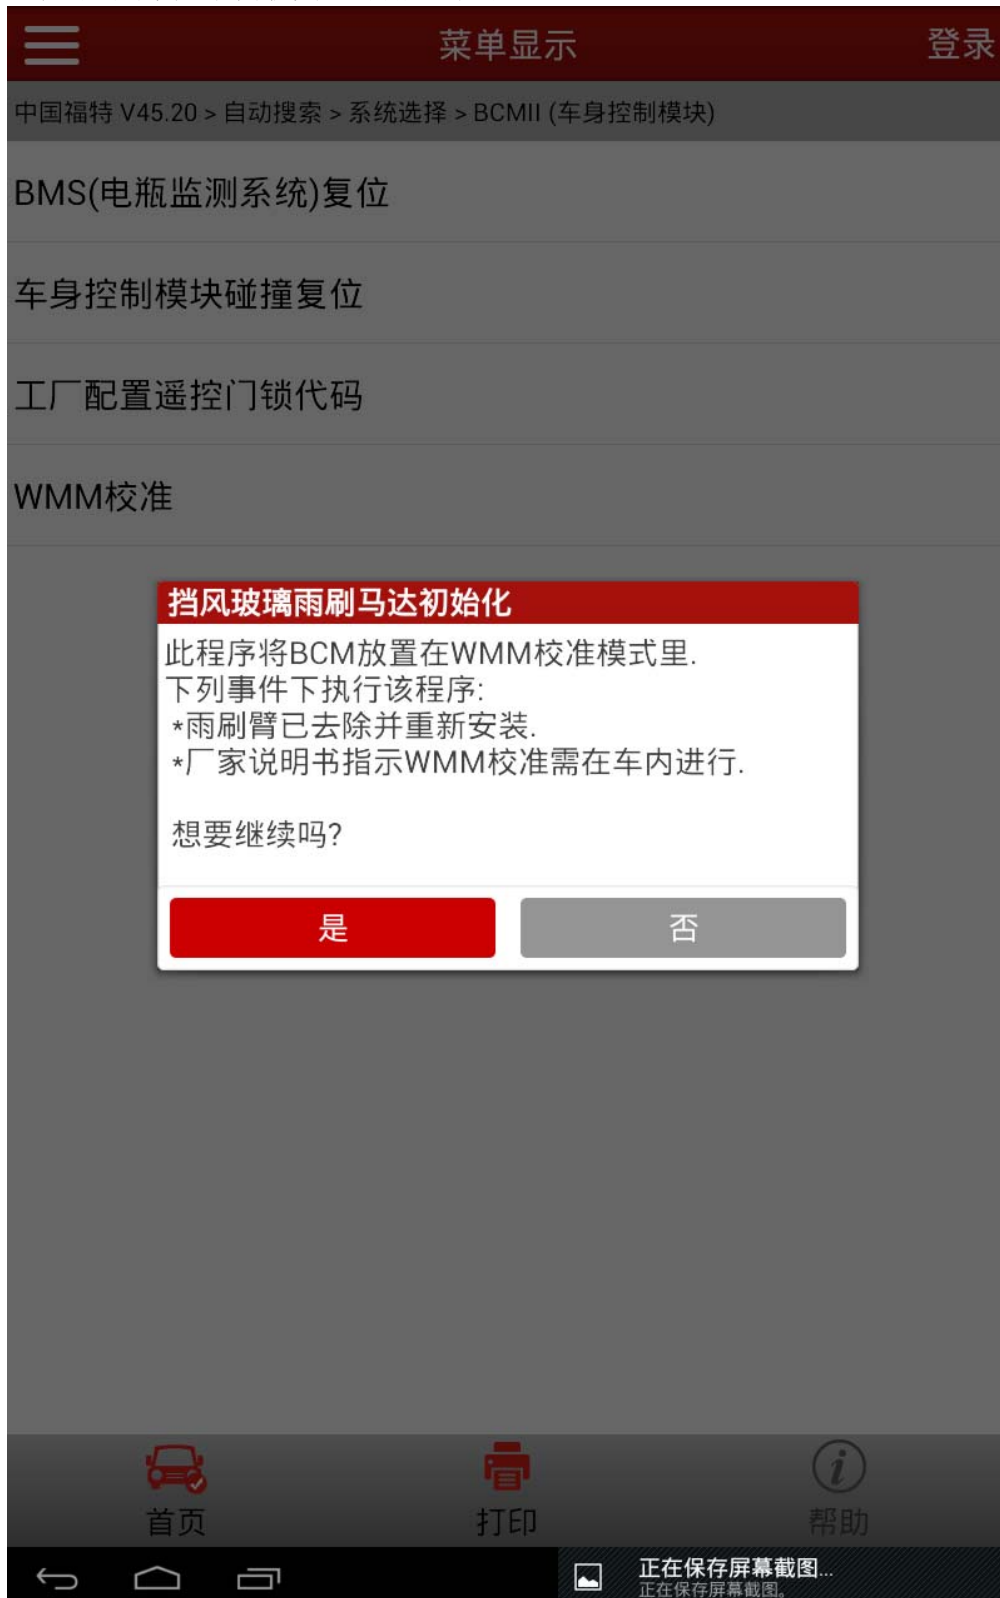

图 2
- 6). 功能说明: 此功能会使得 BCMII 系统进入雨刷校准模式, 当雨刷臂重新安装后执行此功能, 维修手册建议技师在车内执行该功能, 如图 2;